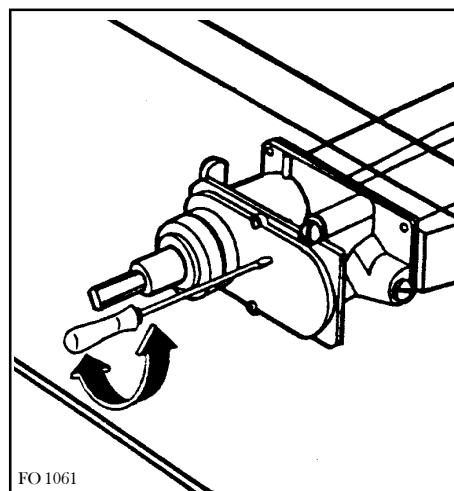

Рис. 21
- При переходе с природного газа на сжиженный туго затяните регулировочный винт термостата (рис. 21);